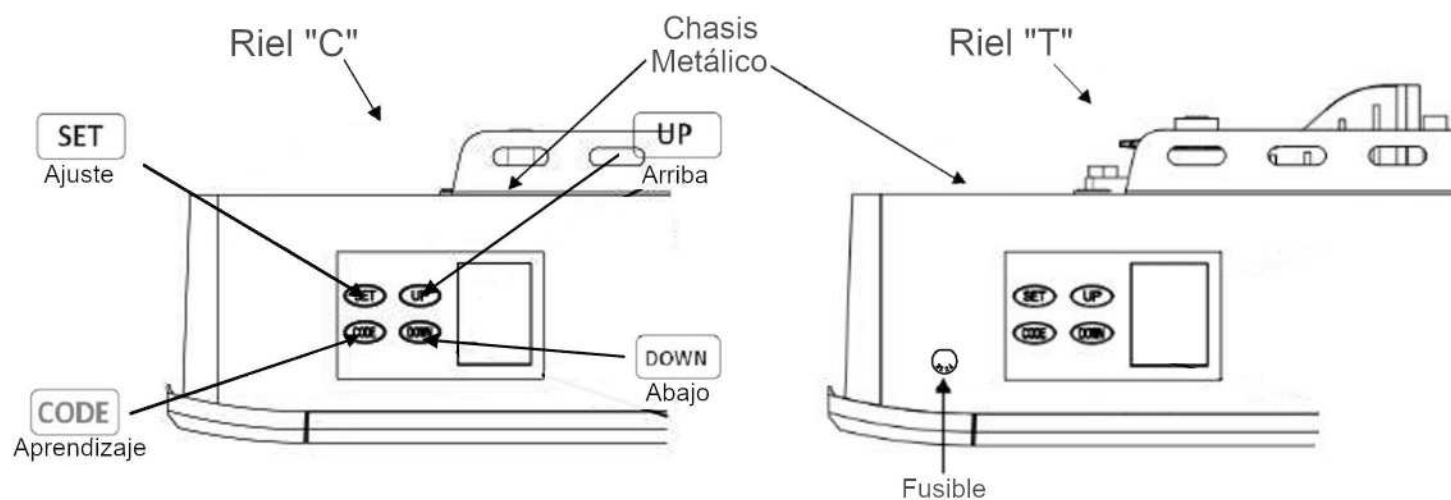

Fig.3
14. Chasis Metálico, Robusto y Seguro para Aplicaciones sobre Riel "C" ó Riel "T". (Fig.3)
15. Botones de Operación Arriba / Abajo (para Configuración). (Fig.3)
16. Fusible Principal Externo (Fig.3).